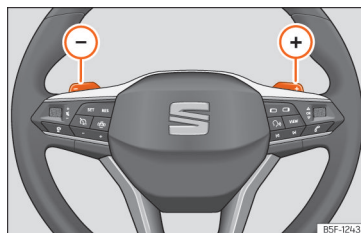

Fig.155 Volante: alavancas de mudança automática de velocidade.
- Pressione a alavanca de mudanças (+) para engrenar uma velocidade mais alta » **Fig. 155**.